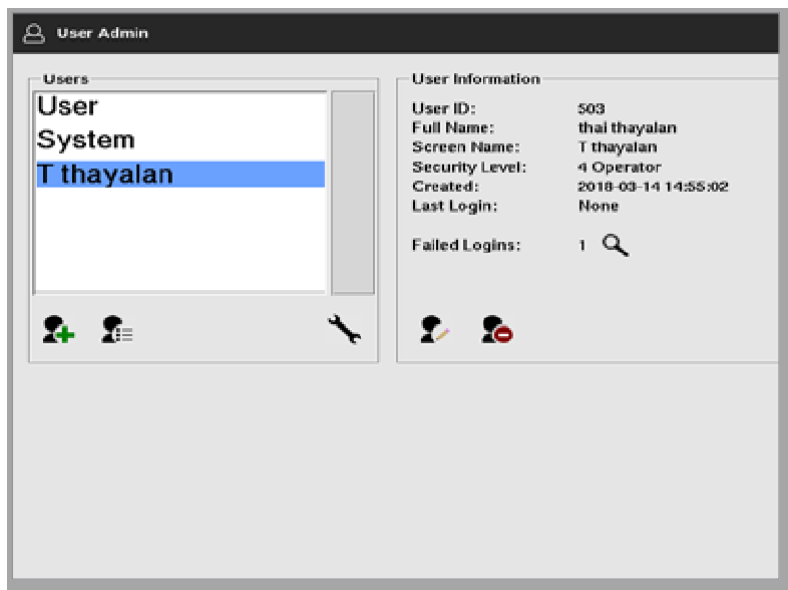

图 7-3 用户管理界面 - 用户详情
选择用户名，见图7-3。
1. 选择所需的用户。用户将以蓝色突出显示，见图7-3。